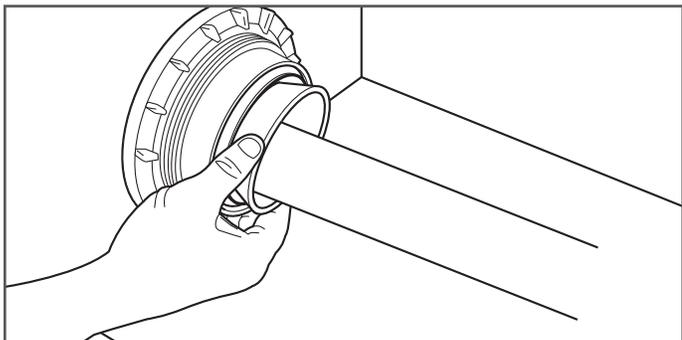

Figure 22-10
8. Insérez le tuyau DoubleTrac® dans le tuyau de saignée jusqu'au point central du puisard. Insérez la protection contre l'écrasement du tuyau de saignée à l'intérieur de celui-ci (Figure 22-10).